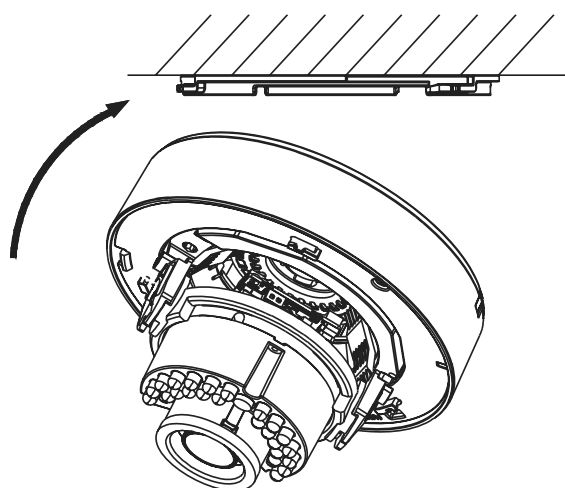

Рис. 2.3. Крепление видеокамеры на монтажном основании
- Закрепите видеокамеру на монтажном основании и зафиксируйте ее, как показано на Рис. 2.3.